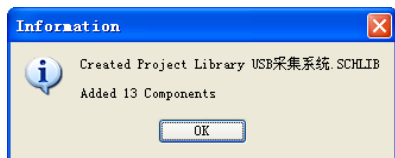

图 11-46 “Information”对话框
Step2 单击菜单栏中的“设计”→“生成原理图库”命令，系统自动在本项目中生成了相应的原理图元件库文件，并弹出如图 11-46 所示的“Information（信息）”对话框。在该对话框中，提示用户当前项目的原理图项目元件库“Cpu. SchLib”已经创建完成，共添加了 13 个库元件。